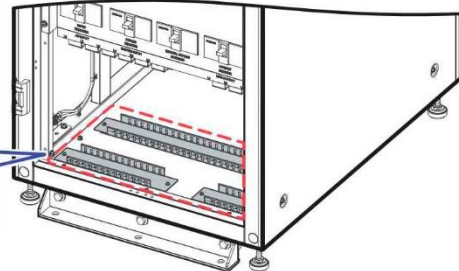

Рисунок 4-23: нижние панели
- 3 Снимите 3 нижние панели (каждая крепится 2 винтами), см. Рисунок 4-23.